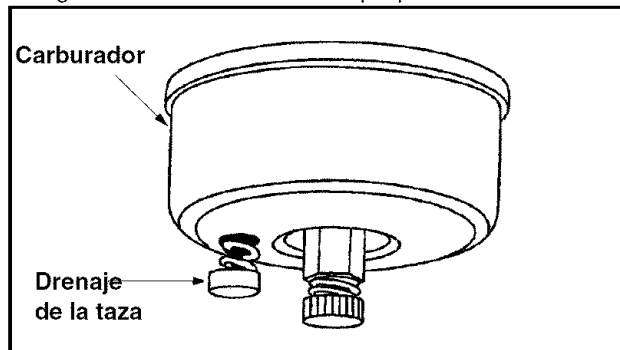

Figura 15
3. Drene el carburador presionando hacia arriba el drenaje de la taza, ubicado debajo de la cubierta del carburador. Ver Figura 15.